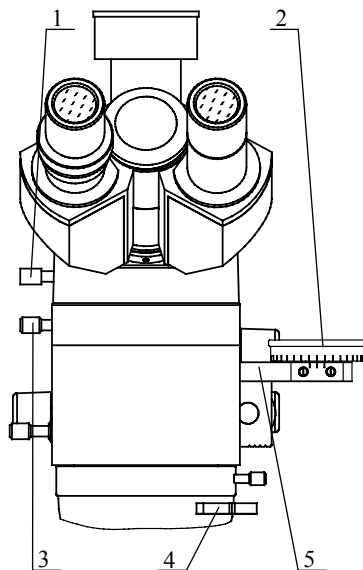

图 9
6. 偏光观察,见图 9
- 1) 推入检偏振器到工作位置,仪器处于偏光观察工作状态。转动检偏振器和起偏振器都至“0”位置(图 9),可达到正交状态。即起偏器处于正东西向,检偏器处于正南北向。
- 注意:** 在进行透射观察时,如果之前聚光镜调整过,可能要重新调整起偏器,见图 9。把检偏器推入光路,并把检偏器和起偏器都调到“0”松开聚光镜锁紧螺钉,慢慢旋转聚光镜使观察到的视场最黑,然后重新锁紧聚光镜锁紧螺钉。
7. 锥光观察,见图 9。推入勃氏镜到工作位置,仪器处于锥光观察工作状态。通过目镜和 10X 物镜观察干涉图。